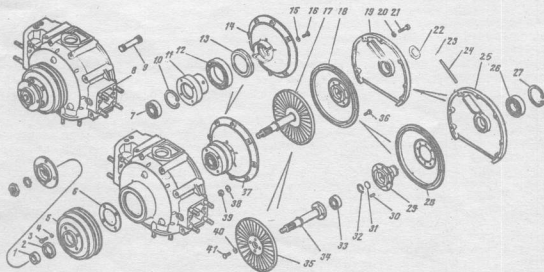

Рис. 2 Гидравлическая муфта привода вентилятора:
21. Выпрессовать подшипник 26 (Рис. 2) ведущего вала из гнезда корпуса 25 подшипника гидромуфты. (Съемник).
27. Нагреть ведомое колесо гидромуфты 35 (Рис. 2). Нагревать до температуры +100°C. (Ванна, клещи кузнечные).